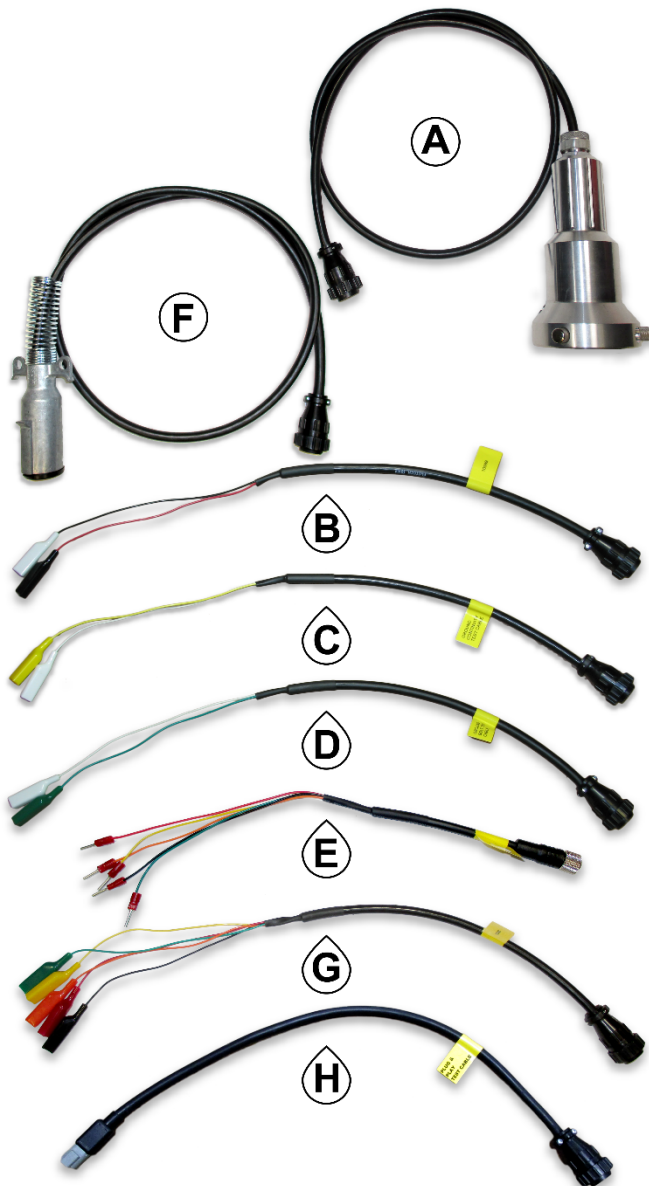

Abb. 2 INHALT DES ZUBEHÖRSATZES
Schritt 2) Bewegen Sie die 3 J-Slot-Rändelschrauben am Ende des API-Verlängerungskabels, um sie an die Buchse anzupassen, an der sie befestigt werden soll. Siehe Abbildung 2, auf Seite 5.